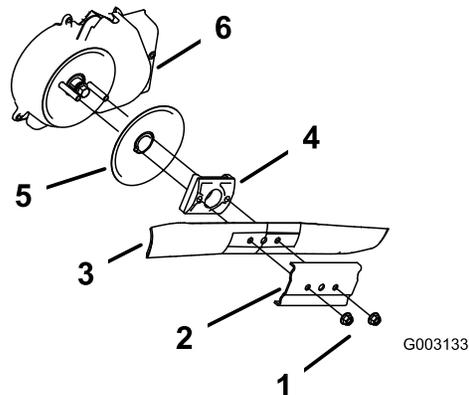

図 25
3. ブレードナット2個とスティフナを取り外す **図 25。**
4. ブレードを取り外す **図 25。**
5. ブレードドライバとディスクを取り外す **図 25。**
6. ブレードブレーキのクラッチのシールドを外す **図 25。**
10. ブレードとスティフナを元通りに取り付ける **図 25。**